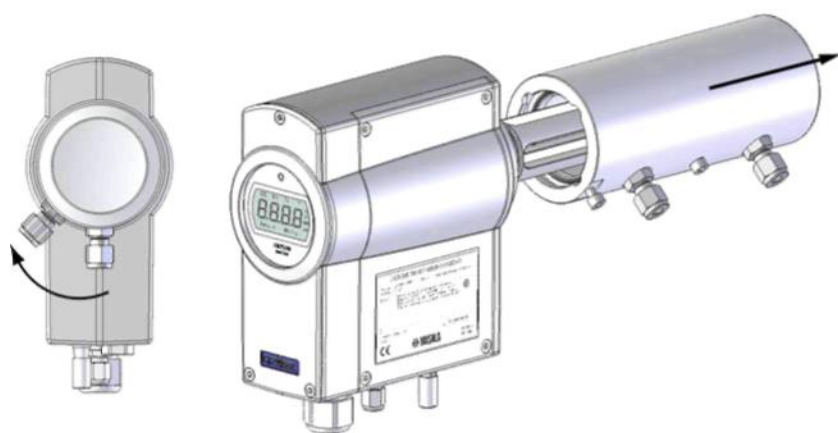

图15 拆卸采样室
1. 采样室用卡口件固定；采样室底部的螺钉用于防止意外打开；拧开螺钉并拆下采样室：首先，拧开采样室，然后将采样室从变送器中拔出，请参阅第37页图15。